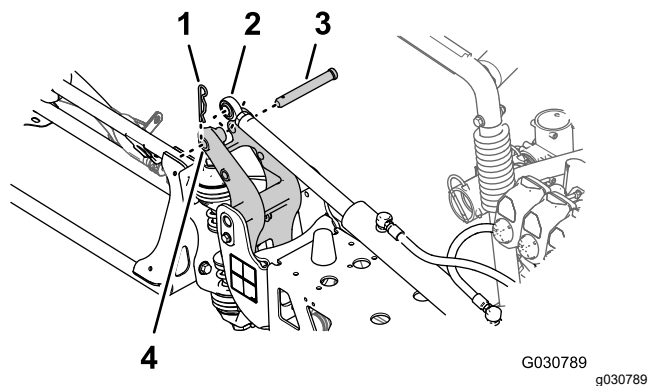

Figura 126
6. Alinee la rótula del cilindro de elevación con el orificio de 25 mm (1") del brazo del acoplamiento de giro (Figura 126).
7. Sujete el cilindro de elevación al acoplamiento de giro con el pasador y la chaveta (Figura 126) que retiró en el paso 2 de Retirada de los cilindros de elevación (página 27).